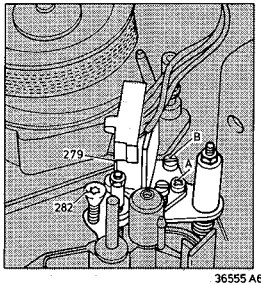
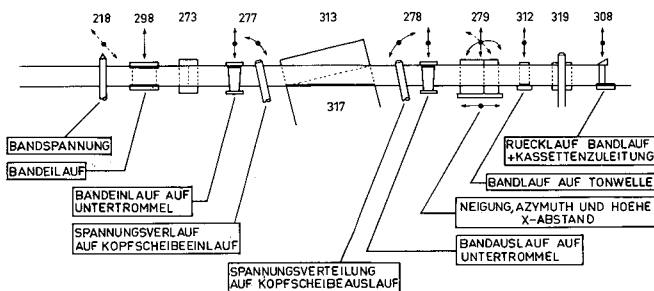

Fig. 2-2-12
Fig. 2-2-13
- Tiltschraube Pos. A (Bild 2-2-12) so einstellen, dass das Band am unteren Flansch der Rolle 312 anläuft. Das Band darf nicht deformiert werden. Siehe Bild 2-2-13.
- Schraube B (Bild 2-2-12) so einstellen, dass die Amplitude des Audiosignals (an der SCART-Buchse gemessen) ihren Höchstwert zeigt.
- Kontrollieren, ob das Band verzerrungsfrei durch den Recorder läuft, Bild 2-2-13.
- Schraube C (Bild 2-2-12) so verdrehen, dass sowohl das Audiosignal als auch das Synchronsignal einen Höchstwert zeigt.
- Mit einer einwandfreien Cassette kontrollieren, ob das Band bei Wiedergabe über alle Bandführungen verzerrungsfrei läuft und auf den unteren Flanschen anläuft, Bild 2-2-13.